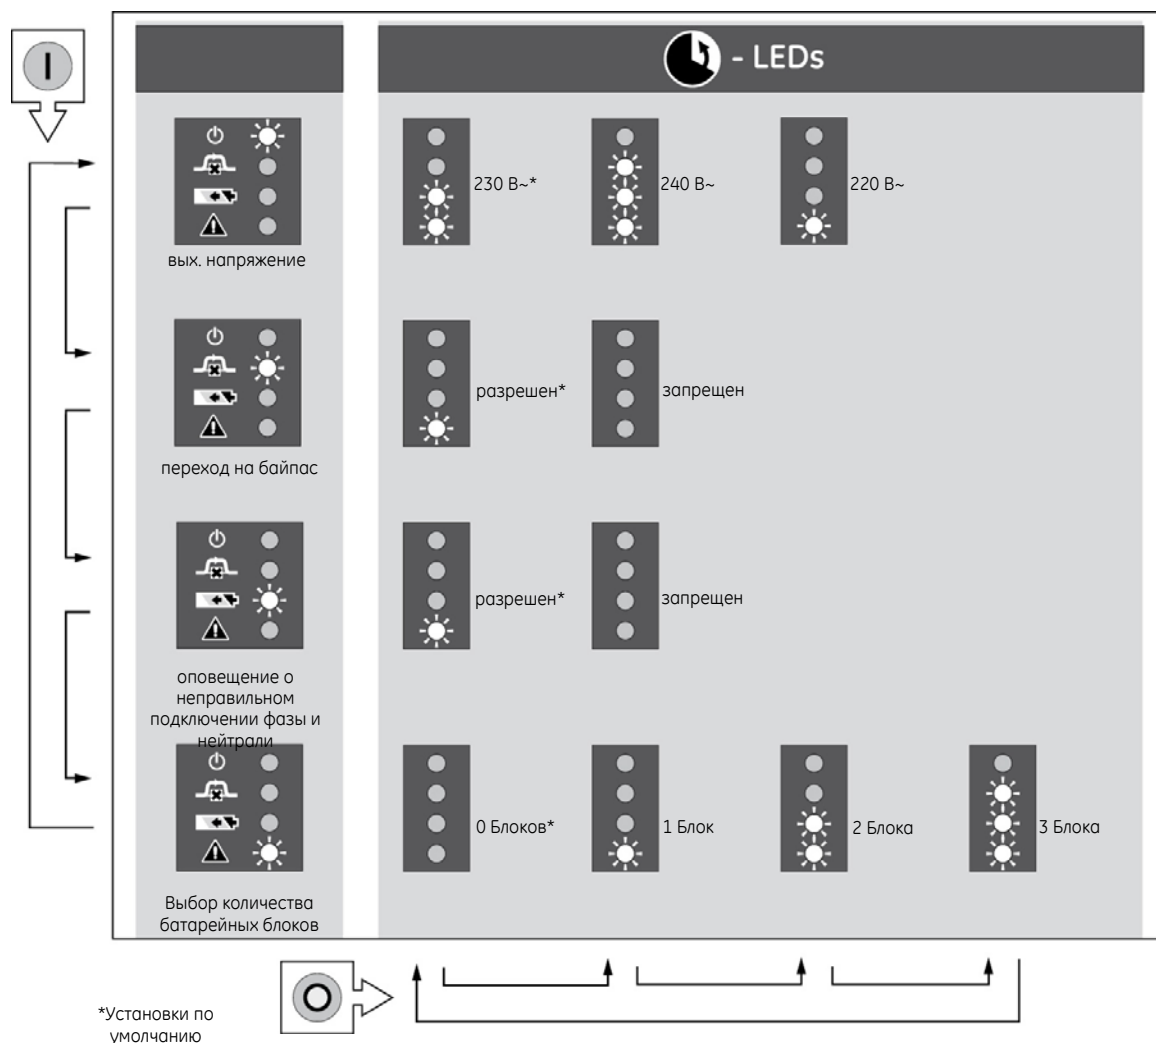

Рис. 4.5: Меню настройки
- 2 Переключение между параметрами осуществляется при помощи кнопки «I!». Один из СИДов («ИБП включен», «Питание нагрузки через байпас», «Питание нагрузки от батареи» или «Сигнал тревоги») будет мигать, информируя о том, какой параметр выбран для изменения (смотри рис. 4.5).